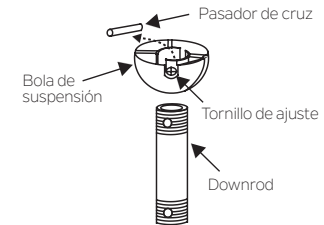

Fig. 7
Paso 5. Retire la bola de suspensión del conjunto de la varilla de afijamiento afijando el tornillo de fijación, desenroscando y quitando el pasador transversal y desenroscando la bola de la varilla. (Fig.7)